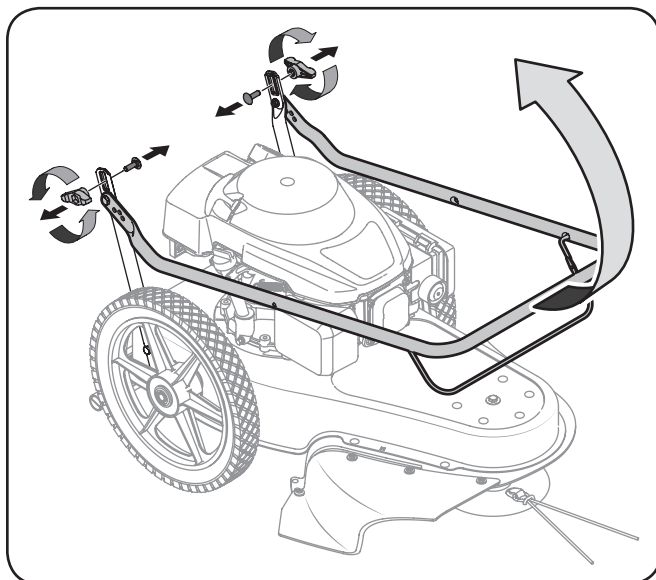

Figura 3-1
1. Extraiga las perillas de aletas y el perno de carro del manillar inferior izquierdo y el manillar inferior derecho. Consulte la Figura 3-1.
2. Gire el manillar superior a la posición de funcionamiento. Consulte la Figura 3-1.